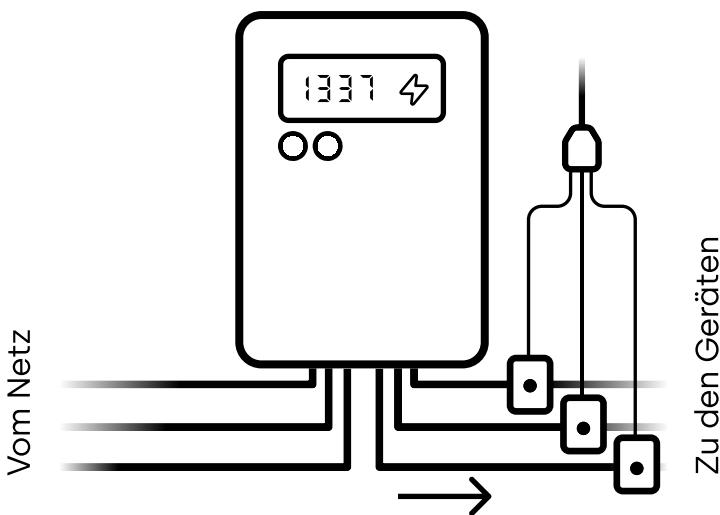

Fig 1. Anschlussplan für 3-phäsiges System
5. Bei einem 1-phasigen System befestige die mit L1 gekennzeichnete Klemme am Kabel und lass L2 und L3 unangeschlossen. Bei einem 3-Phasensystem befestigt du die Klemmen L1, L2 und L3 jeweils an den entsprechenden Kabeln. Siehe Abbildung 1 und 2.